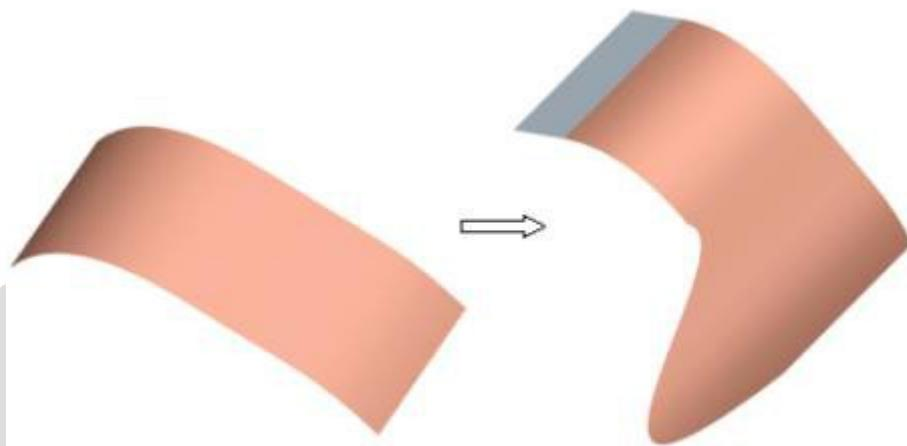
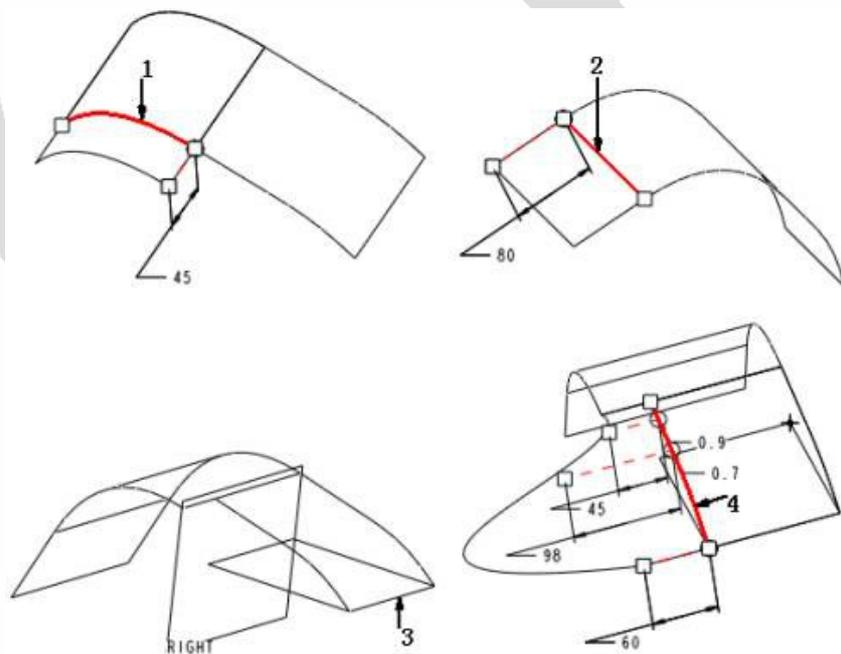

图 12-18 练习 12-15 操作示意图
图 12-19 练习 12-15 参考尺寸
【练习 12-15】：打开附盘“\ch12\12-15.prt”文件，使用【延伸】命令完成如图 12-17 所示的模型，尺寸如图 12-18 所示。
(1) 选择图 12-18 中箭头 1 指示的一条边，单击菜单【编辑】→【延伸】命令，打开延伸特征操控板。(2) 系统默认的延伸方式“相同”，接受系统默认的设置并更改延伸距离为“45”。(3) 单击 按钮，完成曲面延伸。
(1) 选择图 12-18 中箭头 3 指示的一条边，单击菜单【编辑】→【延伸】命令，打开延伸特征操控板。(2) 在【延伸类型】栏中选择“至平面”选项，选择 RIGHT 基准面。(3) 单击 按钮，完成曲面延伸
(1) 选择图 12-18 中箭头 4 指示的一条边，单击菜单【编辑】→【延伸】命令，打开延伸特征操控板。(2) 在【延伸类型】栏中选择“相同”选项，在【延伸】面板中，添加两个控制点，如图 12-19 所示设定控制点的位置和尺寸。(3) 单击 按钮，完成曲面延伸。